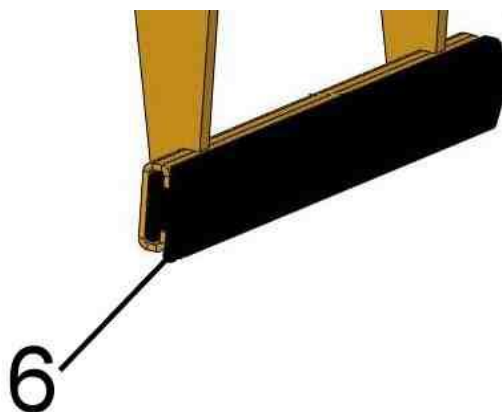
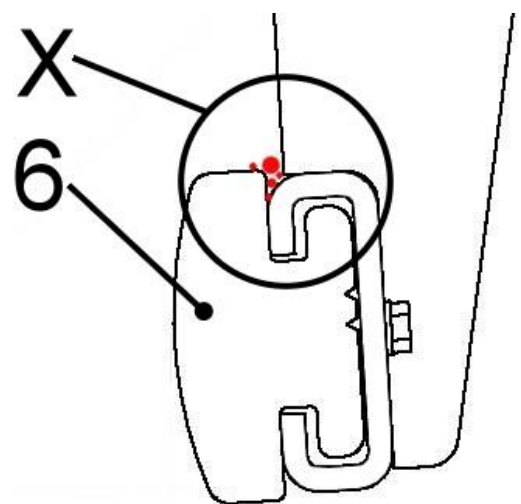

Fig. 1
Fig. 2
Controllare regolarmente lo sporco (ad es. Piccoli frammenti di pietra) nella parte superiore (vedi dettaglio nel punto „X“ nella Fig. 2) del tampone (6) → vedi Fig. 1 / Fig. 2
**Problema:** Lo sporco può danneggiare il tampone (6) durante la presa (quando piccoli frammenti di pietra vengono compressi nel tampone).
**Soluzione:** Rimuovere lo sporco in quest'area sul tampone (6), o nel caso vi sia tanto sporco, smontare e pulire il tampone.